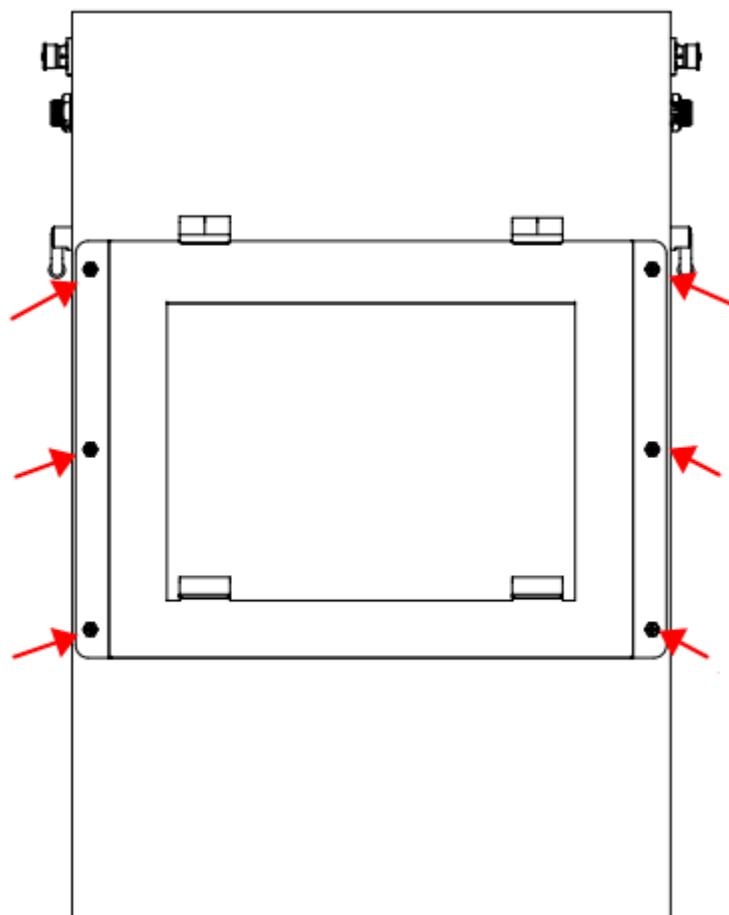

Abbildung 5-1
a) Verwenden Sie die 6 Schrauben M6*10, um die Backplane an der Rückseite der Batterie zu befestigen, wie in Abbildung 5-1 gezeigt.